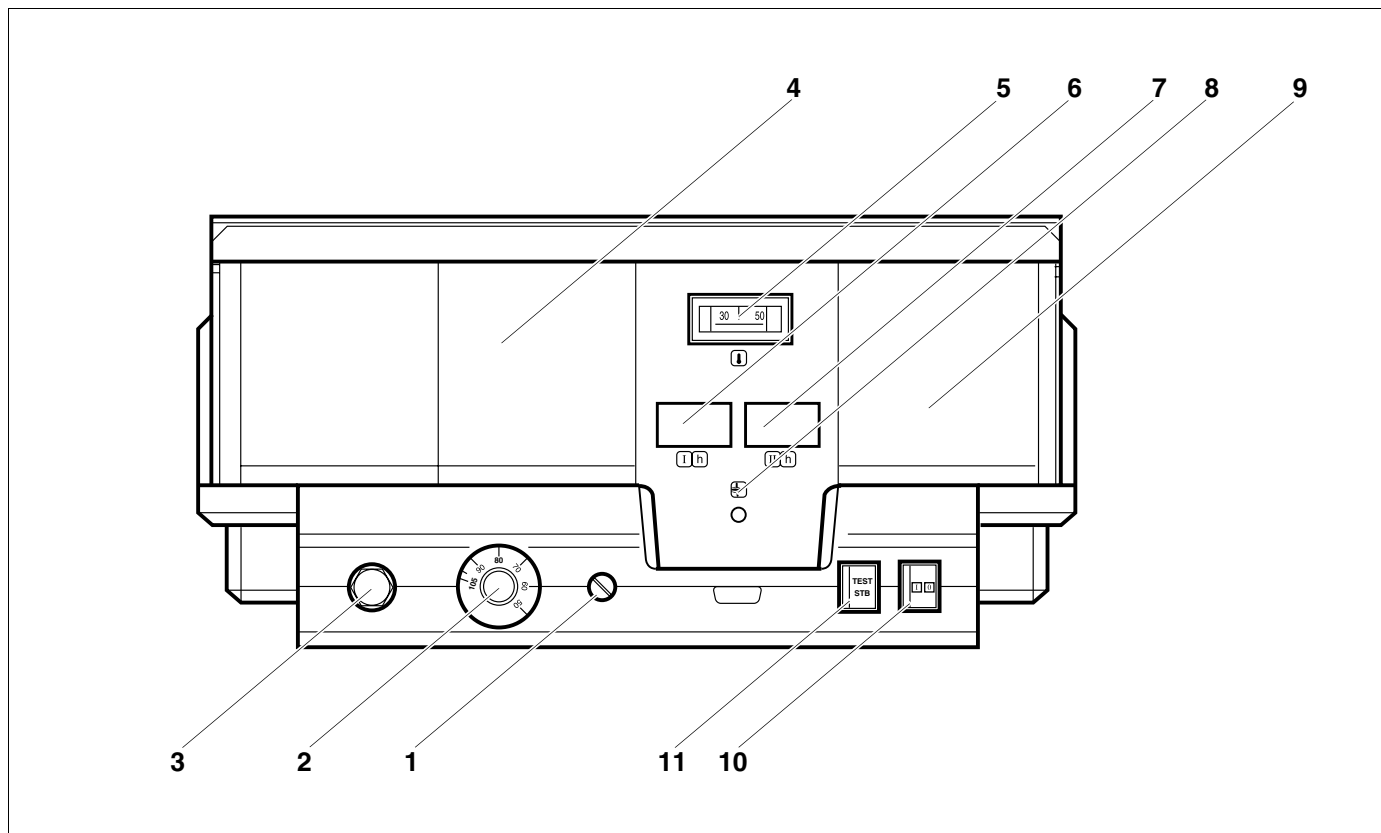
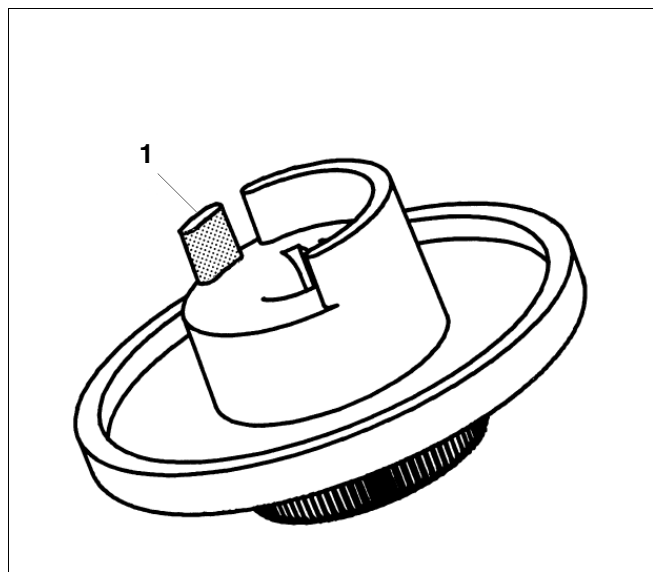

Fig. 1 Elemente pentru deservirea aparatului de reglare Logamatic 4212
Fig. 5 Buton de reglaj
Legendă pentru Fig. 1
Dacă cazanul este echipat cu un modul de cazan ZM 427 sau cu reglare externă, regulatorul de temperatură al apei din cazan (Fig. 1, **Poz. 2**) trebuie potrivit la cel puțin 80 °C.
Regulatorul de temperatură al apei din cazan (Fig. 1, **Poz. 2**) este un regulator de temperatură cu două căi pentru regimul de funcționare în două trepte al arzătorului.
Dacă indicatorul pentru deranjamentele arzătorului se aprinde (Fig. 1, **Poz. 8**), anunțați firma de instalații de încălzire pentru remedierea deranjamentului.
Tasta STB (Fig. 1, **Poz. 11**) este destinată verificării termostatului de siguranță (Fig. 1, **Poz. 3**) de către firma specializată în instalații de încălzire.
- Tasta STB (Fig. 1, **Poz. 11**) se apasă și se ține apăsată până când termostatul de siguranță STB (Fig. 1, **Poz. 3**) se declanșează.
- Pentru deblocarea termostatului de siguranță (Fig. 1, **Poz. 3**) trebuie să se deșurubeze piulița înfundată (capacul) din dreptul termostatului de siguranță STB și trebuie apăsat butonul de deblocare aflat dedesubt.
- Se scoate prin tragere butonul de reglaj (Fig. 5) de pe regulatorul de temperatură a apei din cazan (Fig. 1, **Poz. 2**).
- Se îndepărtează prin rupere piciorușul de limitare (Fig. 5, **Poz. 1**).
- Se montează butonul de reglaj înapoi pe regulatorul de temperatură a apei din cazan (Fig. 1, **Poz. 2**).